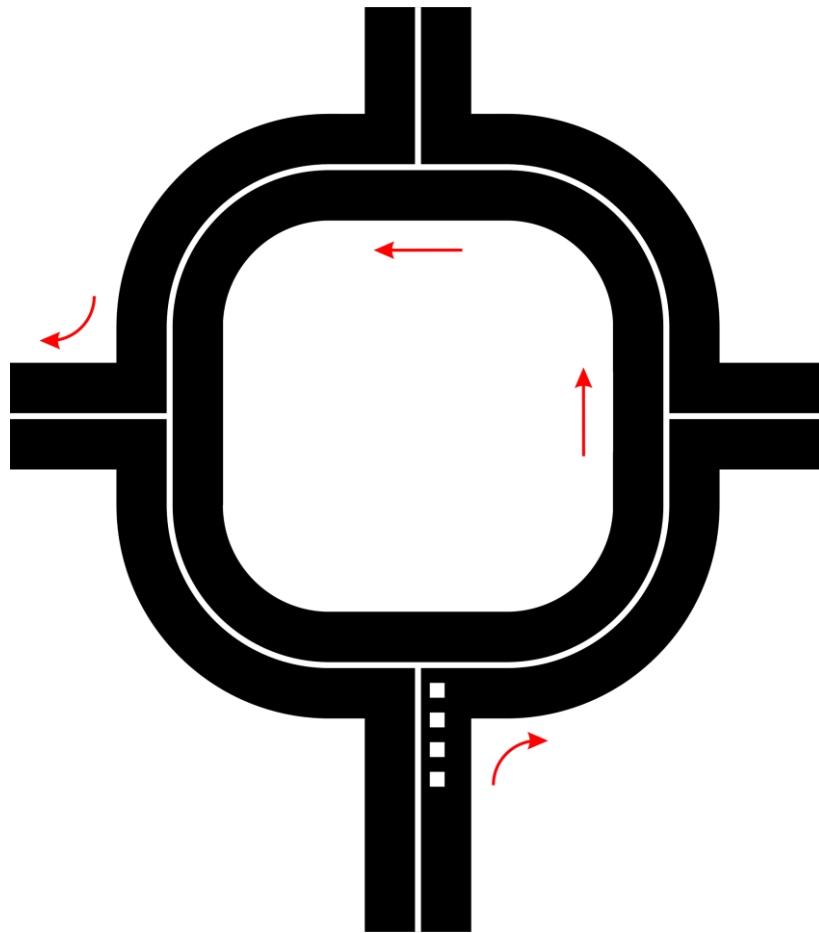

Figura 8. Rotatória.
- f) O desafio da rotatória consistirá em avaliar se o robô é capaz de entrar nela e sair no local indicado. Uma figura ilustrativa deste trecho é apresentada na figura 8. A marcação do desafio se dará de forma semelhante a curva de 90°, podendo contar com até 4 marcas brancas de 5,0 x 5,0 cm, a 3,0 cm da linha do percurso, no lado de ocorrência da curva, a 5,0 cm da mesma e espaçadas de 5,0 cm da próxima marca. O número de quadrados brancos em sequência irá indicar qual saída o robô deve tomar: